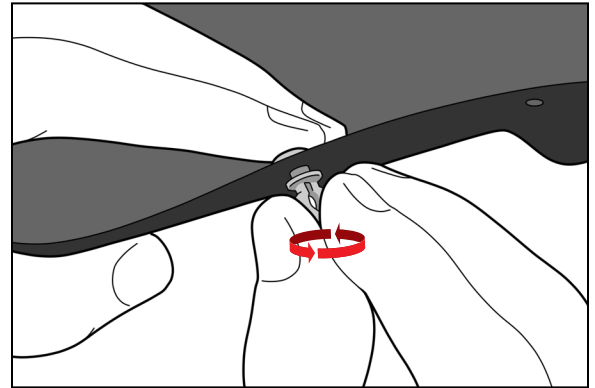

Fig. 4
1. Skruva fast (1) BoS 2.1 Pin flera varv på den utstickande spetsen av skruven. (Fig. 4).